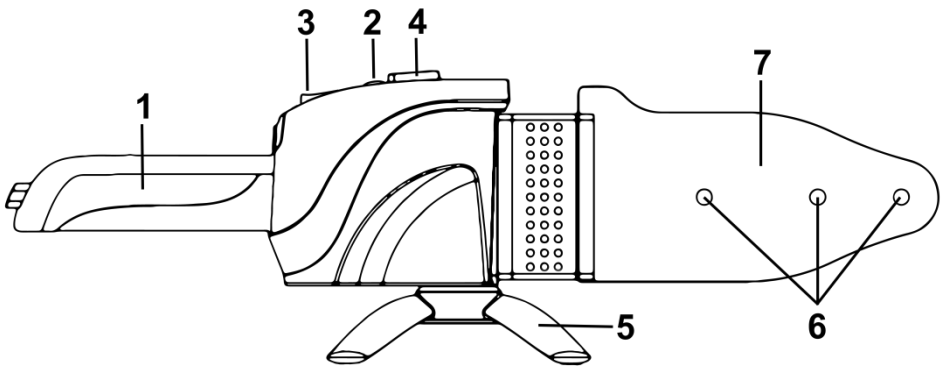

Рисунок 1
2.2.1 Виріб складається з наступних основних частин: нагрівального елемента (7), в який встановлюються циліндричні змінні насадки з тефлоновим покриттям для розігріву стикових поверхонь труб різноманітних діаметрів перед зварюванням; перемикача режимів нагріву (3), корпусного блоку управління з рукояткою (1), двома світловими індикаторами (2), терморегулятором/вимикачем (4) та фіксатором для фіксування опори; опора для встановлення та утримання виробу під час розігріву – згідно рис. 1. Виріб комплектується змінними насадками для певної номенклатури діаметрів труб.